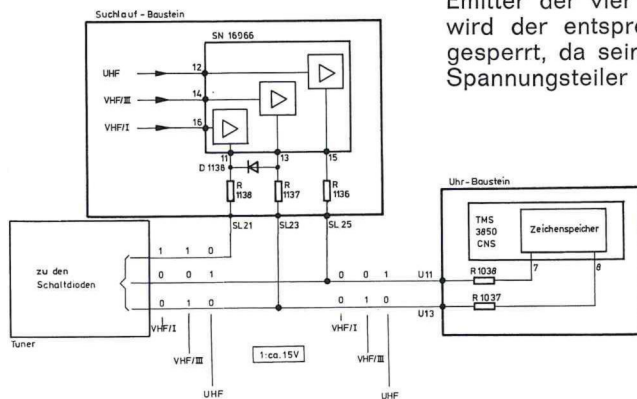

Bild 11 Erkennen des Frequenzbandes
1.3.1. Erkennung des Frequenzbandes (Bild 11)